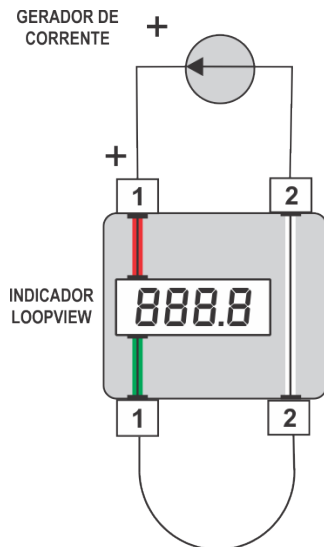

Figura 03 – Gerador de corrente
2. Conectar o gerador ao indicador, de acordo com a **Figura 03**: